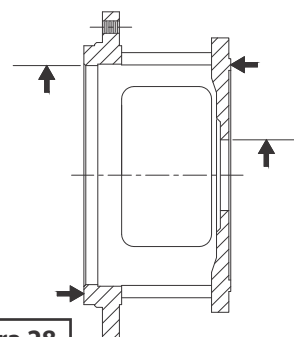

Figura 28
- Al inspeccionar el adaptador, se debe revisar si presenta grietas o daños por corrosión excesiva, se debe reemplazar (vea la figura 28).